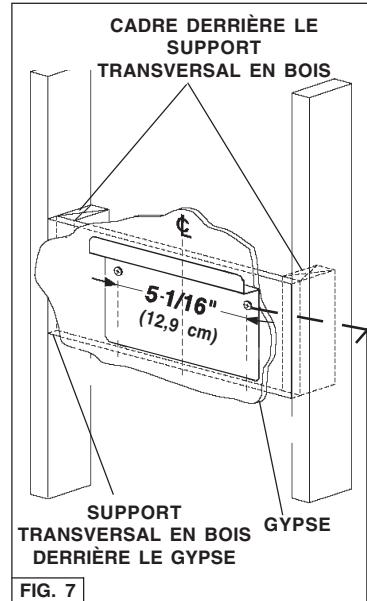

FIG. 7
- Construire un **cadre** mural en bois encastré entre les montants de la surface intérieure. Fig. 7.